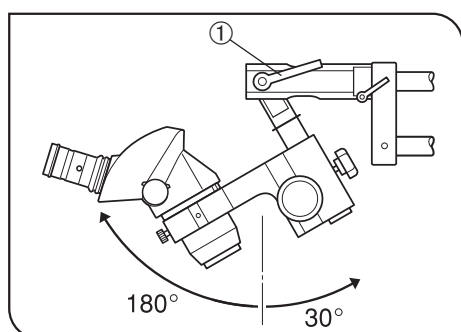

Fig. 19
4. Per inclinare il microscopio in avanti o all'indietro, sbloccare la leva ①. (Fig. 19)